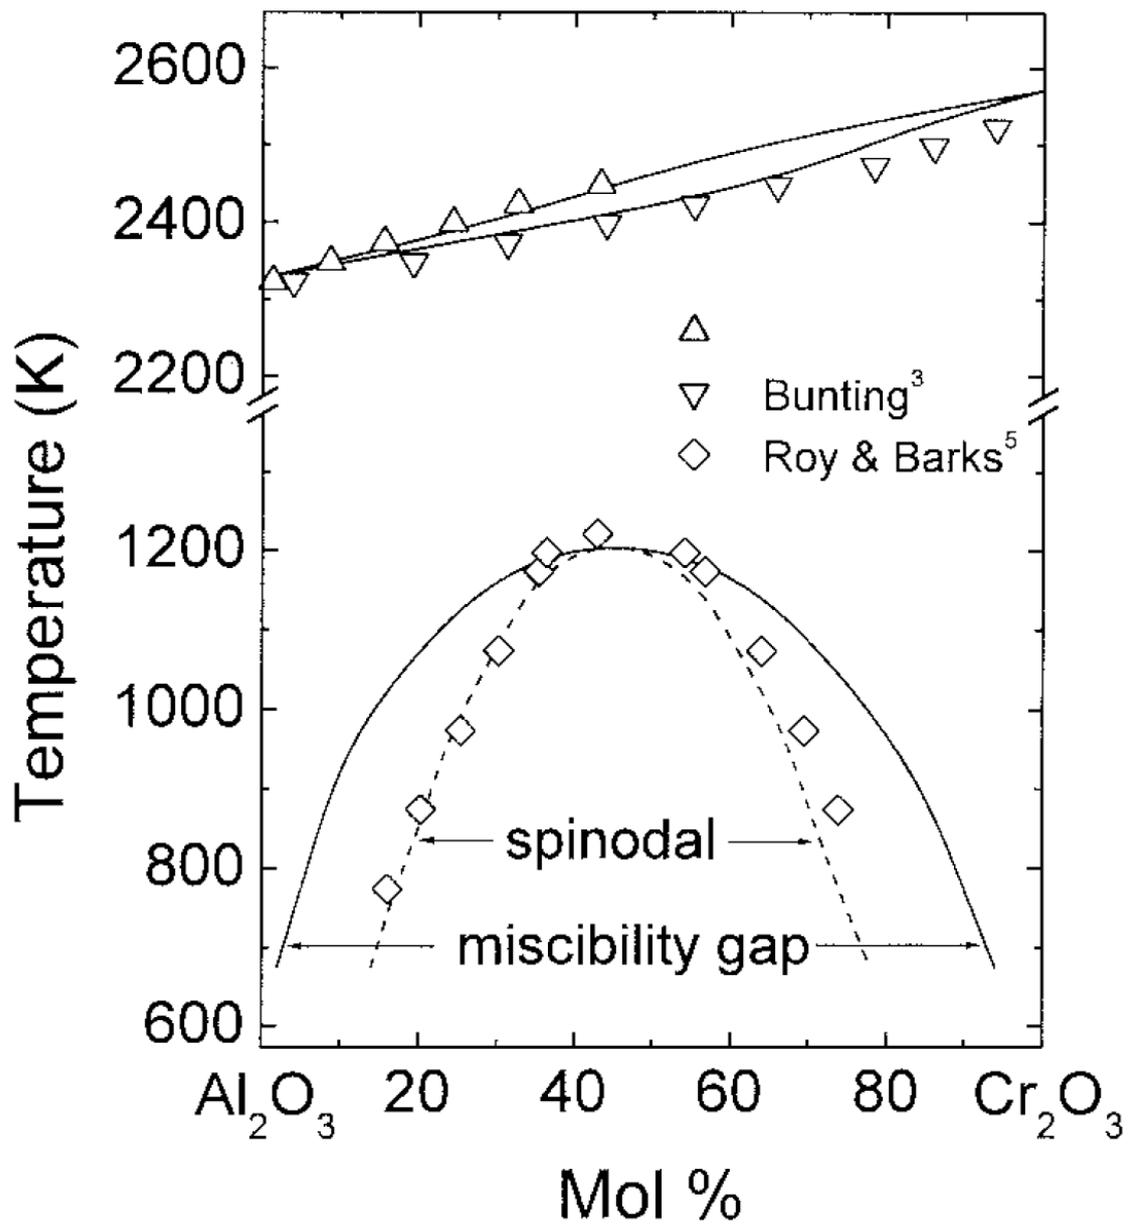

Figura 4 – Diagrama de fases do sistema  $\text{Al}_2\text{O}_3$ - $\text{Cr}_2\text{O}_3$ .
- 8) Considere o diagrama  $\text{Al}_2\text{O}_3$ - $\text{Cr}_2\text{O}_3$  da Figura 4. Para 100 kg de um material formado por 60 kg de  $\text{Al}_2\text{O}_3$  e 40 kg de  $\text{Cr}_2\text{O}_3$ , determine: (a) o ponto de fusão; (b) a temperatura e as composições das fases para que se tenha 50% de fase líquida e 50% de fase sólida (% massa).